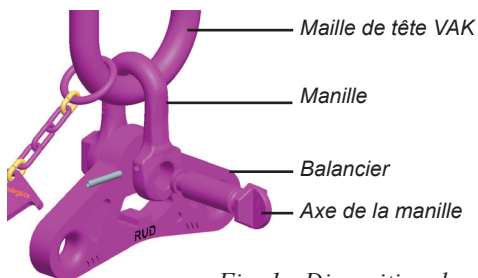

Fig. 1 : Disposition des composants
1. Respectez la disposition suivante des composants lors du montage de la tête du balancier (fig. 1) :